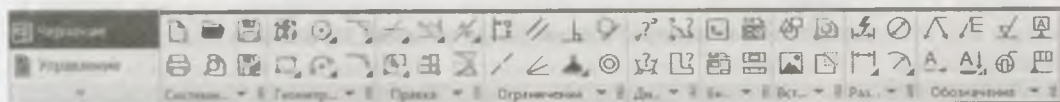

Рис. 4.11. Панели Черчение и Управление с инструментальными панелями в виде кнопок
- ♦ с помощью команд контекстного меню, вызываемого из области инструментальной панели (рис. 4.11). Изменять количество видимых команд на инструментальной панели можно с помощью команд: **Увеличить панель на один столбец**, **Уменьшить панель на один столбец** и **Показать на панели все команды**;
- ♦ можно изменить горизонтальный размер всех панелей (кроме панели **Системная**) другим способом. Для расширения панели подведите курсор к правой вертикальной границе панели до появления двухсторонней стрелки. Далее нажав ЛК мыши, раздвиньте панель. Сжатие панели проводится аналогично. На рис. 4.11 представлена панель **Черчение** с инструментальными панелями в виде кнопок.
- ♦ из контекстного меню **Инструментальной области** (см. рис. 4.11).